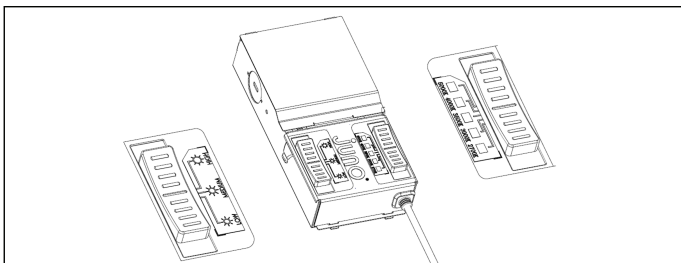

Figure 4 / Figura 4 / Schéma 4
4. Use switch on the driver box (Lumen/CCT option) need to be selected before fixture installation) to select appropriate lumen output (High-Medium-Low option) and light color (27K-30K-35K-40K-50K option). (Figure 4)
4. Utilisez le commutateur sur le boîtier de la commande (l'option CCT doit être sélectionnée avant l'installation du luminaire) pour choisir la couleur de la lumière appropriée (27K-30K-35K-40K-50K). (Figure 4)